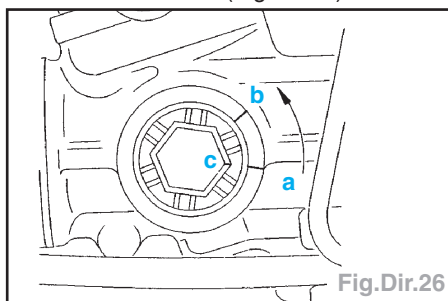

Fig.Dir.26
- bouchon (1),
- rondelle (2),
- entretoise caoutchouc (3),
- poussoir (4).
- Effectuer les repères «a» et «b» sur le carter de direction (Fig.Dir.26).
- Effectuer un repère «c» sur le bouchon (1) en face du repère «a».
- Desserrer le bouchon (1), jusqu'à ce que le repère «c» coïncide avec le repère «b» (position 60°) (Fig.Dir.26).
- Freiner le bouchon (1) par rapport au carter de direction, à l'aide d'un coup de pointeau.